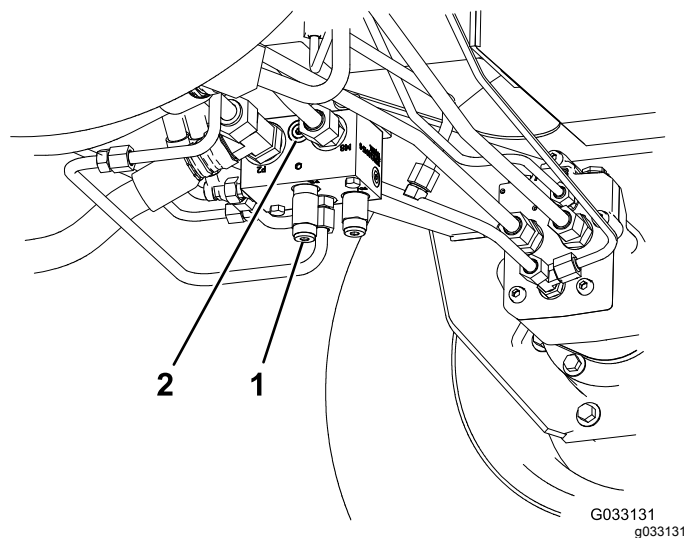

Figura 61
- Peça Toro No. 95-0985, encaixe do acoplador (2)
- Peça Toro No. 340-77, encaixe hidráulico (2)
1. Instale um encaixe de diagnóstico na porta não assinalada que se encontra entre as portas M8 e P2 no coletor da tração traseiro (Figura 61).